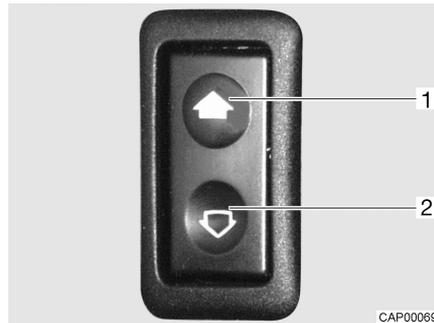

Bild 12 Schalter (elektrischer Fensterheber)
**Öffnen:** ■ Schalter (Bild 12,2) unten drücken.
**Schließen:** ■ Schalter (Bild 12,2) oben drücken.